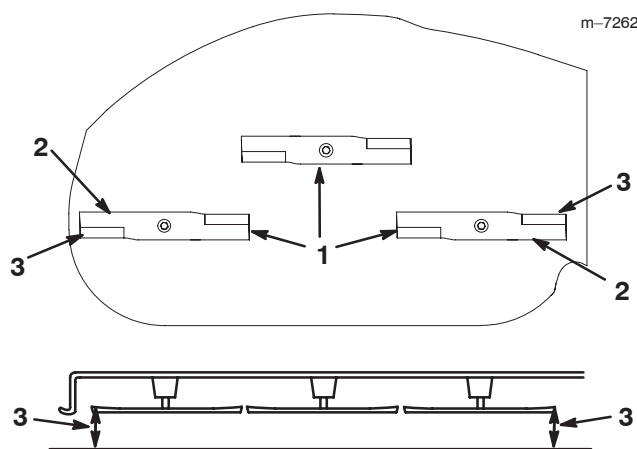

Figure 38
5. Tournez prudemment les lames pour qu'elles soient parallèles dans le sens transversal (Fig. 38). Mesurez la distance entre les tranchants extérieurs et le sol plat (Fig. 38). Si les deux mesures diffèrent de plus de 5 mm (3/16 pouce), l'horizontalité transversale doit être réglée (voir les points 6 à 8).